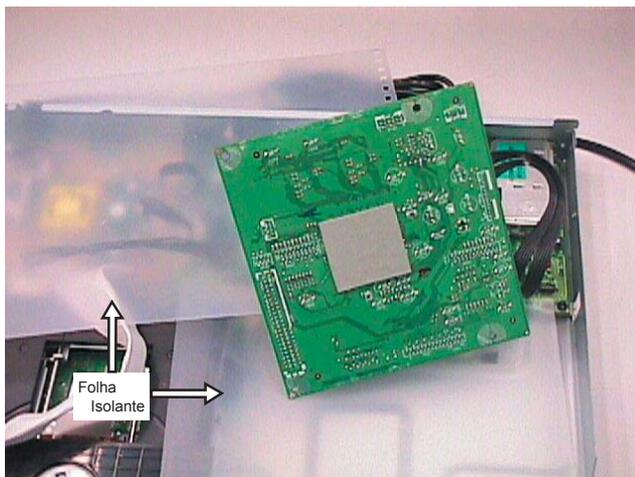

Figura 4-6: Posição de Serviço do Painel Digital
- 2) Posição de Serviço do Painel Digital Board é dado na Figura 4-6.